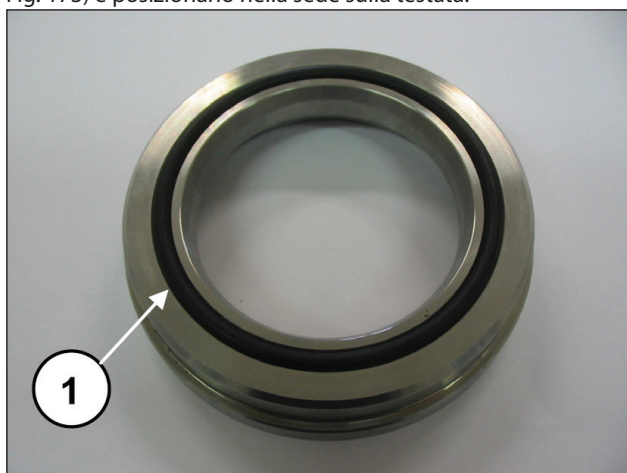

Fig. 173
Montare ora sull'anello di testa baderne l'O-ring (pos. ①, Fig. 173) e posizionarlo nella sede sulla testata.